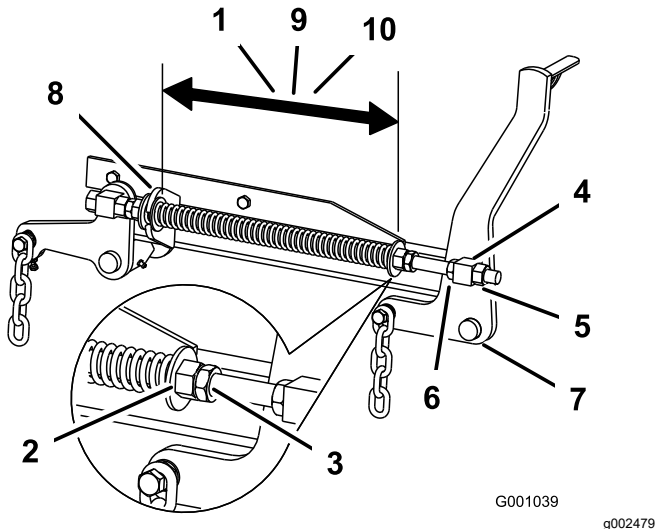

Figura 106
de corte de 152 cm o de 29,2 cm para carcasas de corte de 183 cm (Figura 106).
- Ajuste esta distancia aflojando la contratuerca elástica y girando la tuerca que está delante de cada muelle (Figura 106).
- Fije la tuerca en la posición deseada apretando la contratuerca elástica (Figura 106).